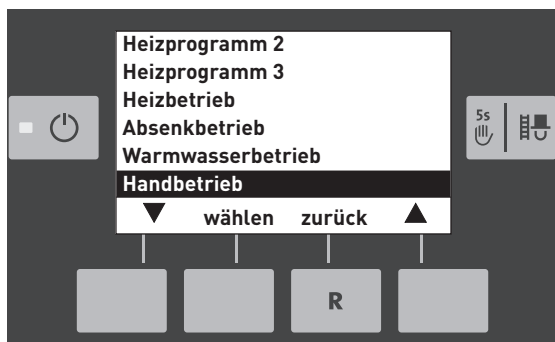

Fig. 27
- ▶ „Handbetrie“ auswählen– Fig. 27.